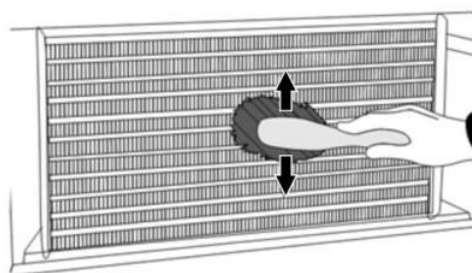

Fig. 8 - Kondensor
Vitrinen samlar upp överskottsvärmen i kondensorn (**fig. 8**). Fläkten på kondensorn suger in luft från utsidan och avger denna värme, tillsammans med kompressorns värme, till utrymmet utanför vitrinen.
- Använd en mjuk borste eller pensel för att rengöra kondensorflänsarna (*fig. 8*)